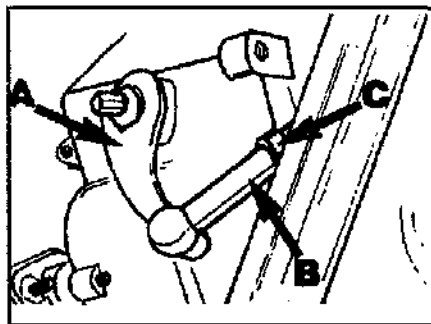

Рис.4 Регулировка "Круз-Контроль".
- а) Отсоединить стержень исполнительного механизма (В, Рис.4) с рычага (А).